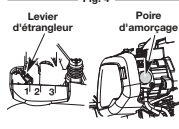

Fig. 5
3. Pressez et relâchez la poire d'amorçage à 10 reprises, lentement. Une certaine quantité de carburant devrait être visible dans la poire d'amorçage (Fig. 5). Si du carburant ne peut pas être vu dans l'ampoule, la presse et le dégagement l'ampoule jusqu'à ce que le carburant soit évident.
4. Mettez le levier d'étrangleur en **Position 1** (Fig. 5).
6. Mettez le levier d'étrangleur en **Position 2** (Fig. 5).
9. Tout en gardant enfoncée la manette des gaz, placez le levier d'étranglement dans la **Position 3** (Fig. 5) et laissez le moteur se réchauffer encore pendant 60 secondes. Pendant ce temps l'appareil peut être utilisé.
Si... Le moteur hésite, remettez le levier d'étranglement en **Position 2** (Fig. 5) et continuez à le chauffer.